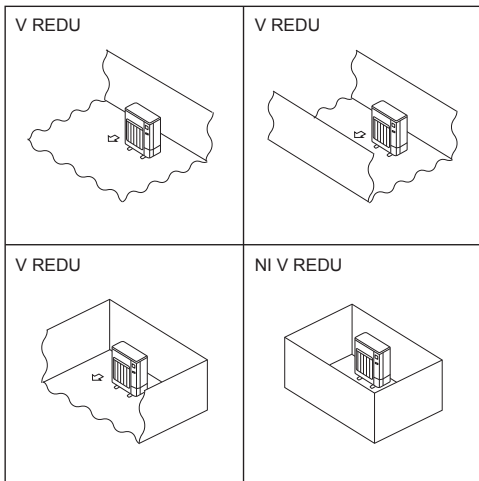

Fig. 2-2
- Zunanje enote namestite v dovolj velikem prostoru brez vrtnin, kjer je vsaj ena od štirih strani odprta. (Fig. 2-2)